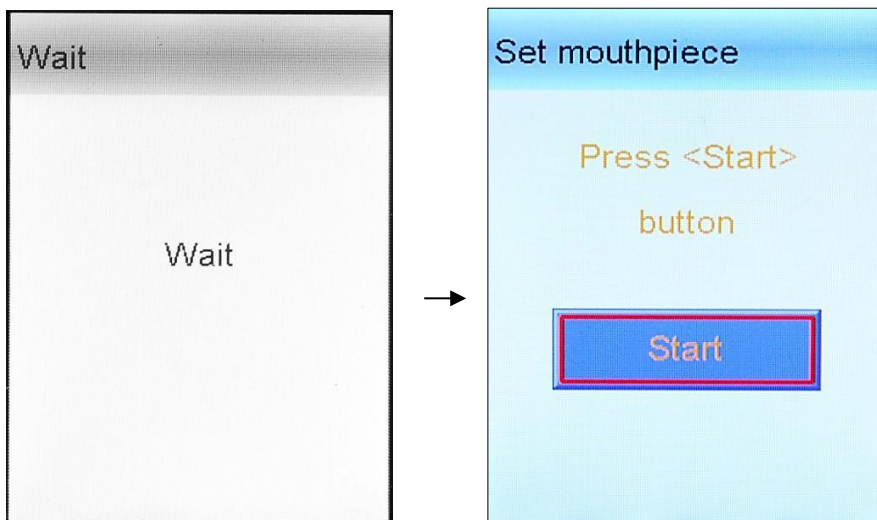

Рисунок 8 – Подготовка к измерению
2.7.2 Выберите режим измерения, переместив курсор с помощью кнопки **A** или **B** на соответствующую иконку и утвердив выбор кратковременным нажатием на кнопку вкл/выкл. Анализатор начнет процедуру подготовки к измерению, на дисплее последовательно появятся окна «Wait» и «Set mouthpiece» (рисунок 8).